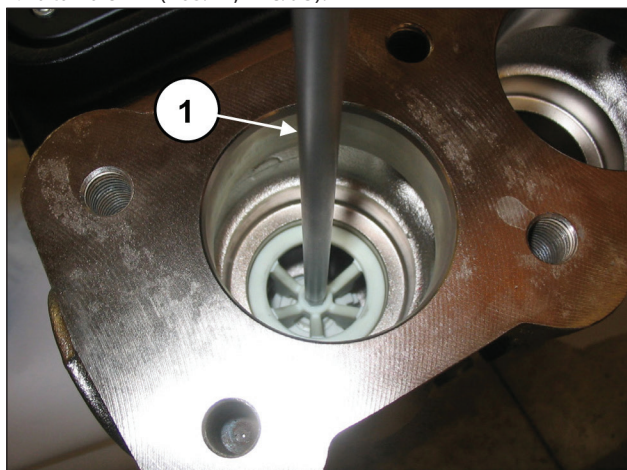

Рис. 93
Снимите распорный элемент с помощью шестигранного ключа на 8 мм (поз. ①, Рис. 93).